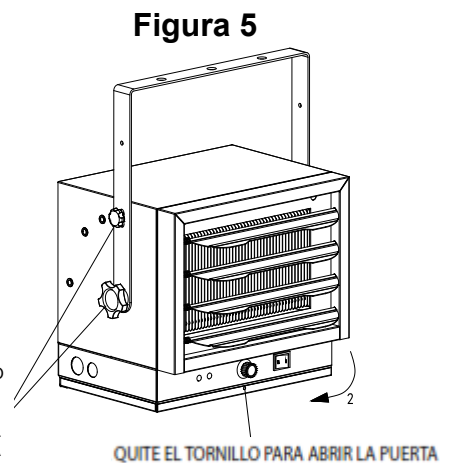

Figura 5
2. Para inclinar la unidad verticalmente, afloje los tornillos del soporte (consulte la figura 5).
2. Para inclinar la unidad verticalmente, afloje los tornillos del soporte (vea la figura 5).